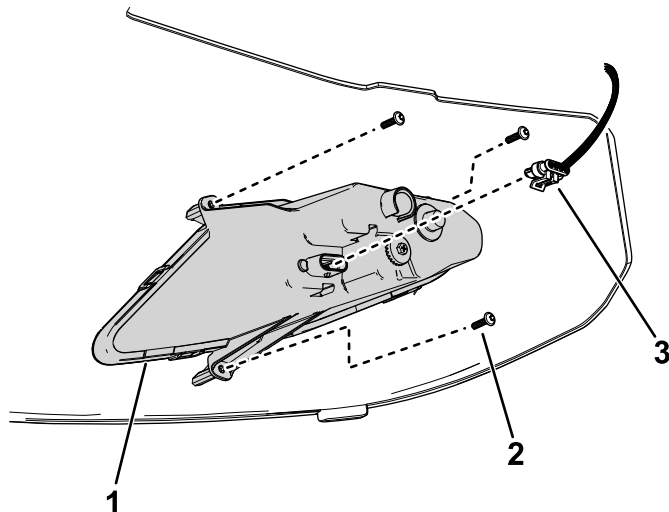

Figure 41
3. Débranchez le connecteur du faisceau de câblage du connecteur de phare (Figure 41).
6. Rebranchez le connecteur du faisceau de câblage au connecteur de phare (Figure 41).